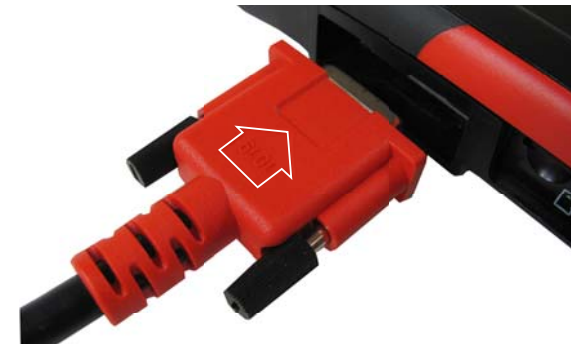

Figure 3-1 Flèche mise en évidence à des fins d'illustration uniquement.
1. Pour les véhicules équipés des modes OBD-II/EOBD, branchez le câble de données DA-4E (extrémité à 26 broches) à l'outil de diagnostic (Figure 3-1). Branchez le câble avec la flèche orientée vers le haut (côté affichage).